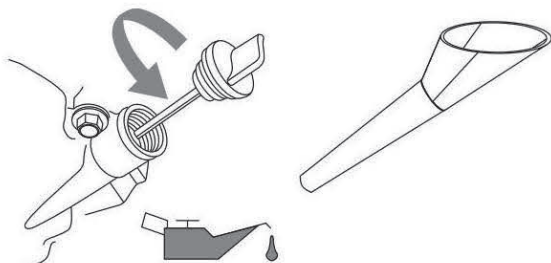

Рисунок 4-1. Заливка моторного масла
3. Снимите крышку масло-заливной горловины и тщательно протрите щуп. Смотрите рисунок 4-1.